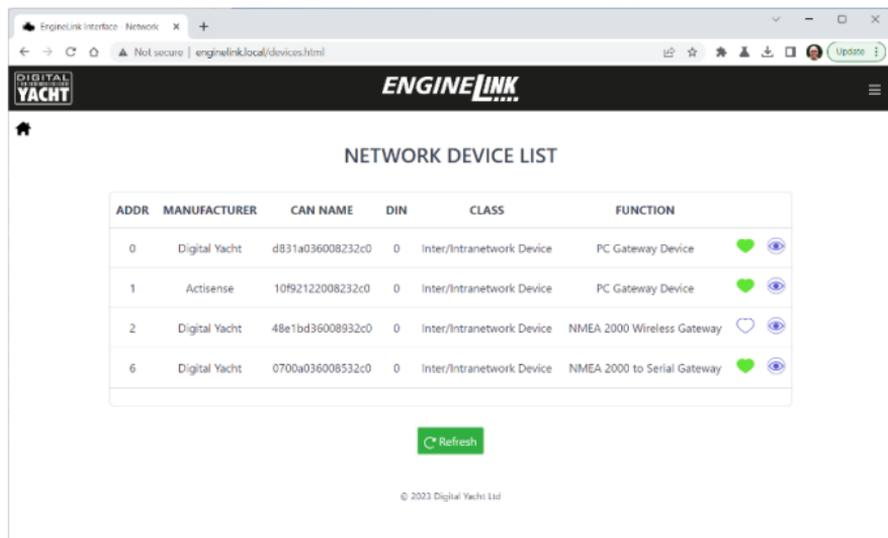

Imagen 15
- NMEA 2000 Device List (Lista de Dispositivos NMEA 2000) (Fig 15)
También se incluye un botón "Device List" en la página Settings (Configuración), útil para ver qué otros dispositivos están en la red NMEA 2000, qué Dirección CAN tienen, etc. Haciendo clic se accede a la página mostrada en la Imagen 15.